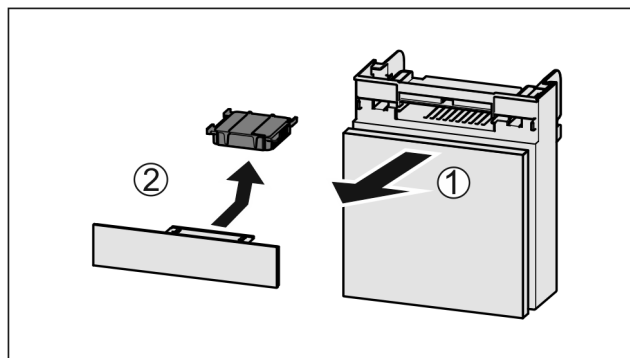

Fig. 225
- Predal izvlécite Fig. 225 (1) naprej.
- Odstranite Fig. 225 (2) aktivni ogljeni filter.